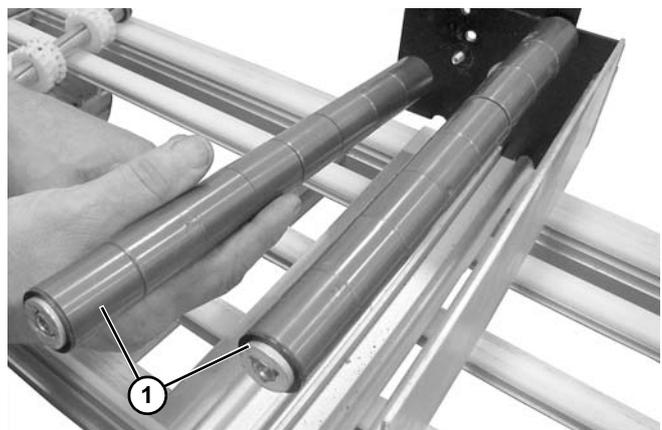

Figure 53
- Retirer les axes (**Figure 53, élément 1**), les remplacer s'ils sont usés.